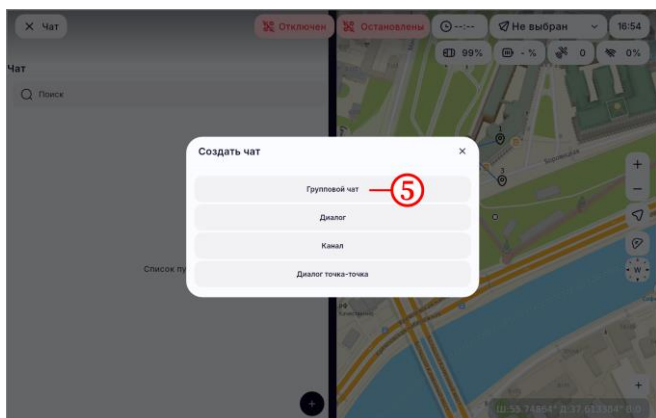

Рисунок 91
- на открывшейся форме выбрать пункт «Групповой чат» (рисунок 91, шаг 5);